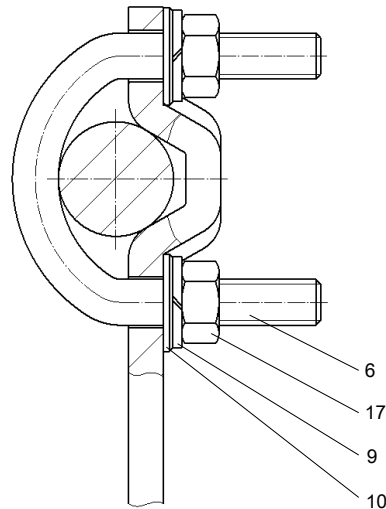

图 18: 带支柱的执行机构上定位器的安装
- 图 18：带支柱的执行机构：两颗 U 型螺栓（6）、四颗六角螺丝（17）及垫圈（10）和弹簧环（9）。